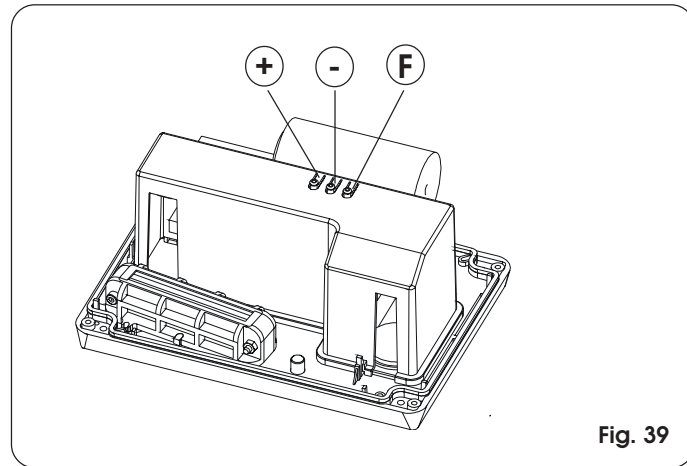

Fig. 39
**Atención: antes de alimentar la instalación se aconseja volver a colocar la tapa del equipo para evitar que se pueda entrar en contacto con las partes en alta tensión, y utilizar los pulsadores situados en la tapa para activar las teclas (fig. 39).**
Efectúe todas las conexiones eléctricas de la tarjeta como se indica en el capítulo 5, incluida la puesta a tierra del operador (Fig. 39).